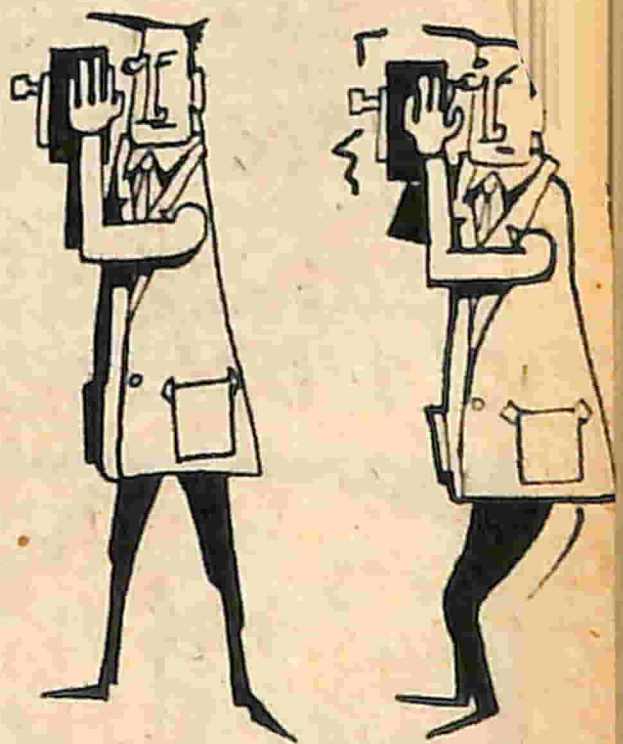

Fig. 3
2) impugna saldamente la macchina e disponiti a gambe divaricate per non oscillare nel corso della ripresa (fig. 3);